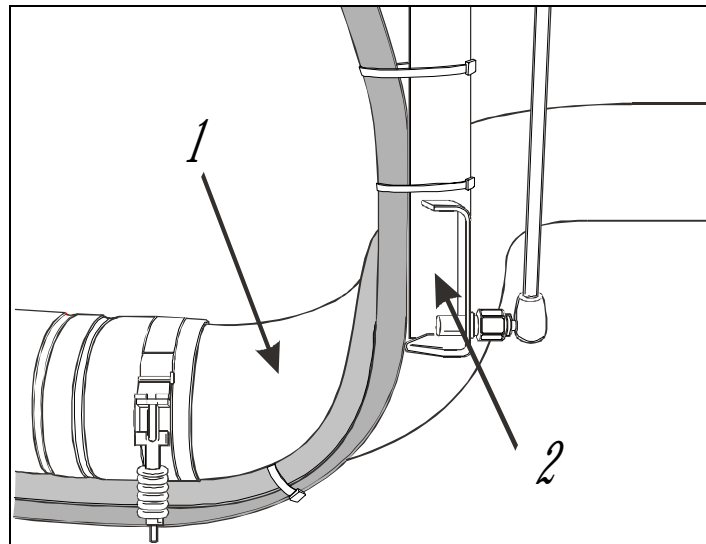

FIGURE 2: (1) TUYAU ALLANT DU REFROIDISSEUR D'AIR AU MOTEUR
3. Meuler ou couper le montant métallique (2, figure 2) de façon à ce qu'un espace d'au moins 1,5 cm (1/2 pouce) le sépare du tuyau allant du refroidisseur d'air au moteur (1, figure 2). Si l'espace est déjà de 1,5 cm (1/2 pouce), aucune modification n'est nécessaire.